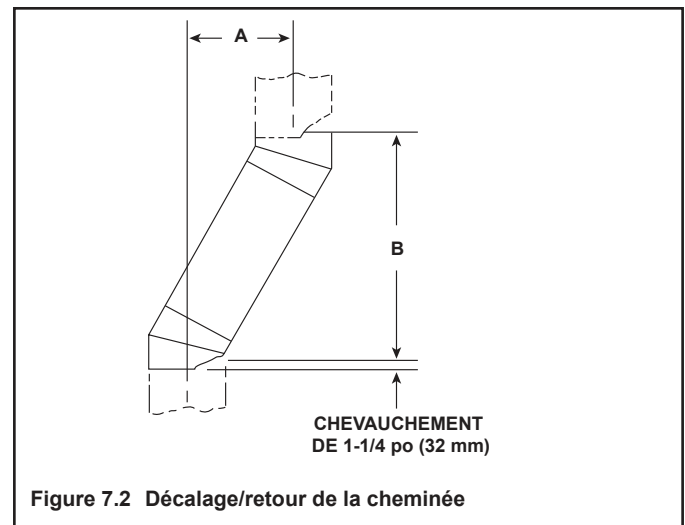

Figure 7.2 Décalage/retour de la cheminée
- Les valeurs indiquent la longueur réelle du conduit (voir la Figure 7.2).